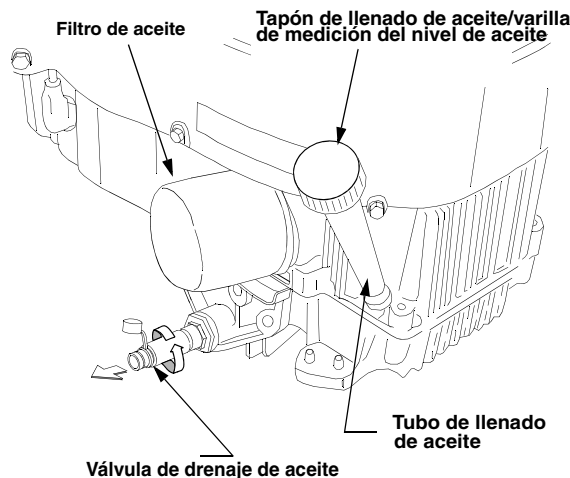

Figura 22
- Abra el tapón protector en el extremo de la válvula de drenaje de aceite para dejar expuesto el orificio de drenaje de aceite. Vea Figura 22.
- Empuje ligeramente hacia adentro la válvula de drenaje de aceite, luego rótelas en sentido contrario al de las agujas del reloj y tire hacia afuera para comenzar el drenaje de aceite. Vea Figura 22.